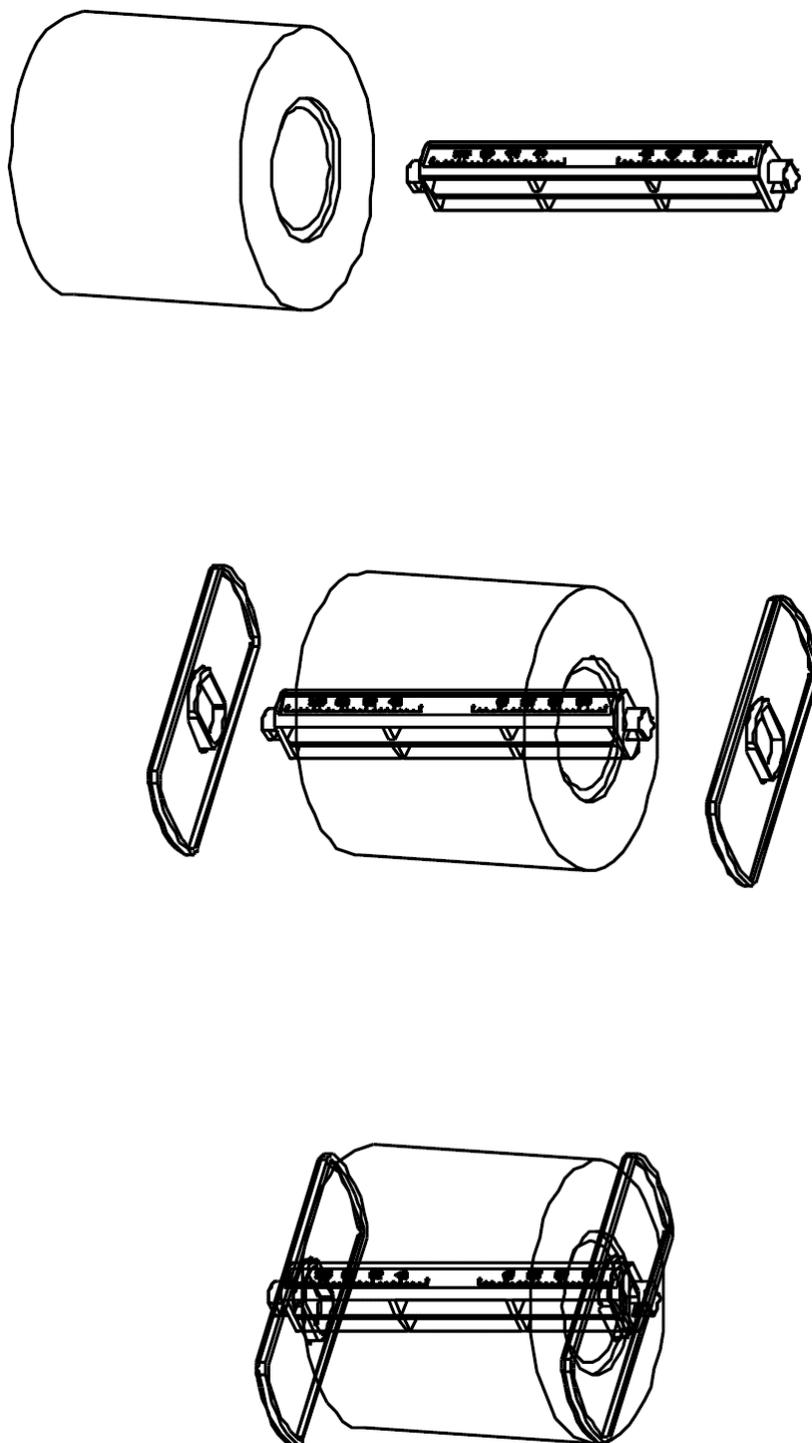

Figura 6-2
4. Enseguida, inserte las dos Guías del Rollo de Medios en el Eje de Medios, con sus lados lisos mirando hacia adentro, hacia el Rollo de Medios, a cada lado del Rollo. Empuje las dos Guías del Rollo de Medios cerca del Rollo de Medios (véase la Figura 6-2).